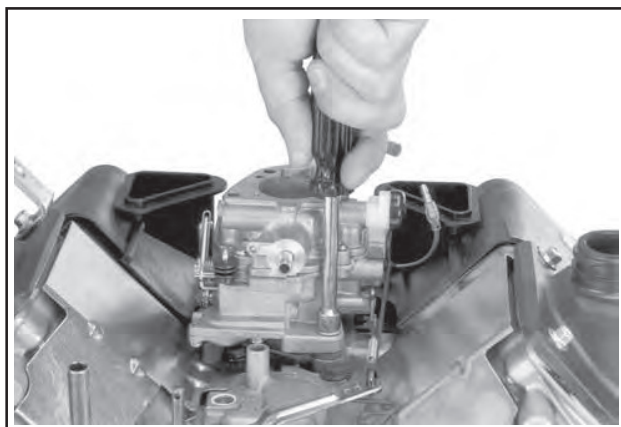

Abbildung 9-27. Entfernung der Befestigungsschrauben des Vergasers.
2. **Nur für Modelle mit einzylindrigem Vergaser:** Die beiden Befestigungsschrauben des Vergasers entfernen. Siehe Abbildung 9-27.